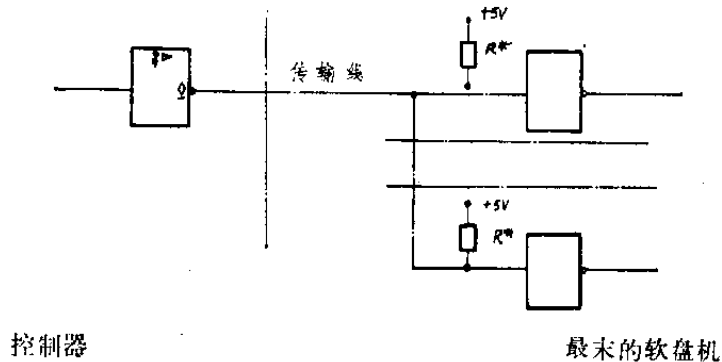
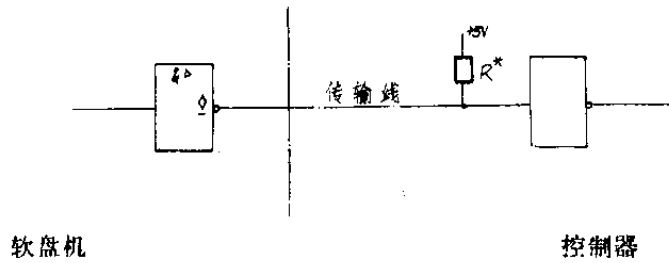

图1 从控制器到软盘机缆线的驱动和接收
图2 从软盘机到控制器缆线的驱动和接收
在软盘机一侧,采用反相器接收,如图1所示。
在控制器一侧,用反相器接收。如图2所示。
2.4 全部信号都一律在终端匹配。在系统接多台软盘机时，只需在最末一台软盘机上匹配。匹配方式推荐采用图1和图2所示形式。